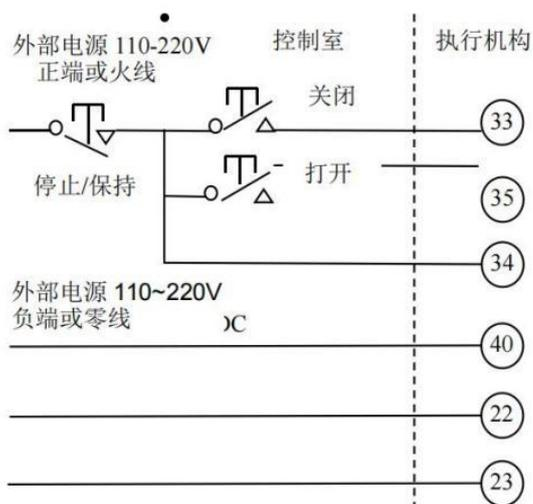

图 6-9 保持式打开、关闭停止控制
6.2.2 图 6-4~图 6-9 为外部 24~60V/120~220V 直流或交流供电
如果切换控制电路想采用外部 120~220V 或采用外部供电，用户可以参照图 6-1~图 6-9 远程开关量控制选用不同电源的设计思路进行设计。